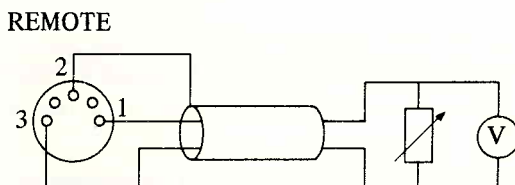

Fig. 6. Remote-programmering med et potentiometer.
**Programmering med potentiometer.** Anvendes et potentiometer på f. eks. 50 Kohm i stedet for en fast modstand, opnås mulighed for variation af udgangsspændingen indenfor området 0 . . 50 V. Som nævnt i det foregående er det muligt at programmere udgangsspændingen op til ca. 80 V afhængig af strømforbruget. Kablet mellem „Remote“-indgangen og potentiometeret må gerne have en længde på flere meter, men skal i så fald være skærmet, for at undgå en høj ripple på udgangen (fig. 6). Et voltmeter med indgangsimpedans, f. eks. 10 Mohm, kan evt. tilsluttes over potentiometeret til kontrol af udgangsspændingen.